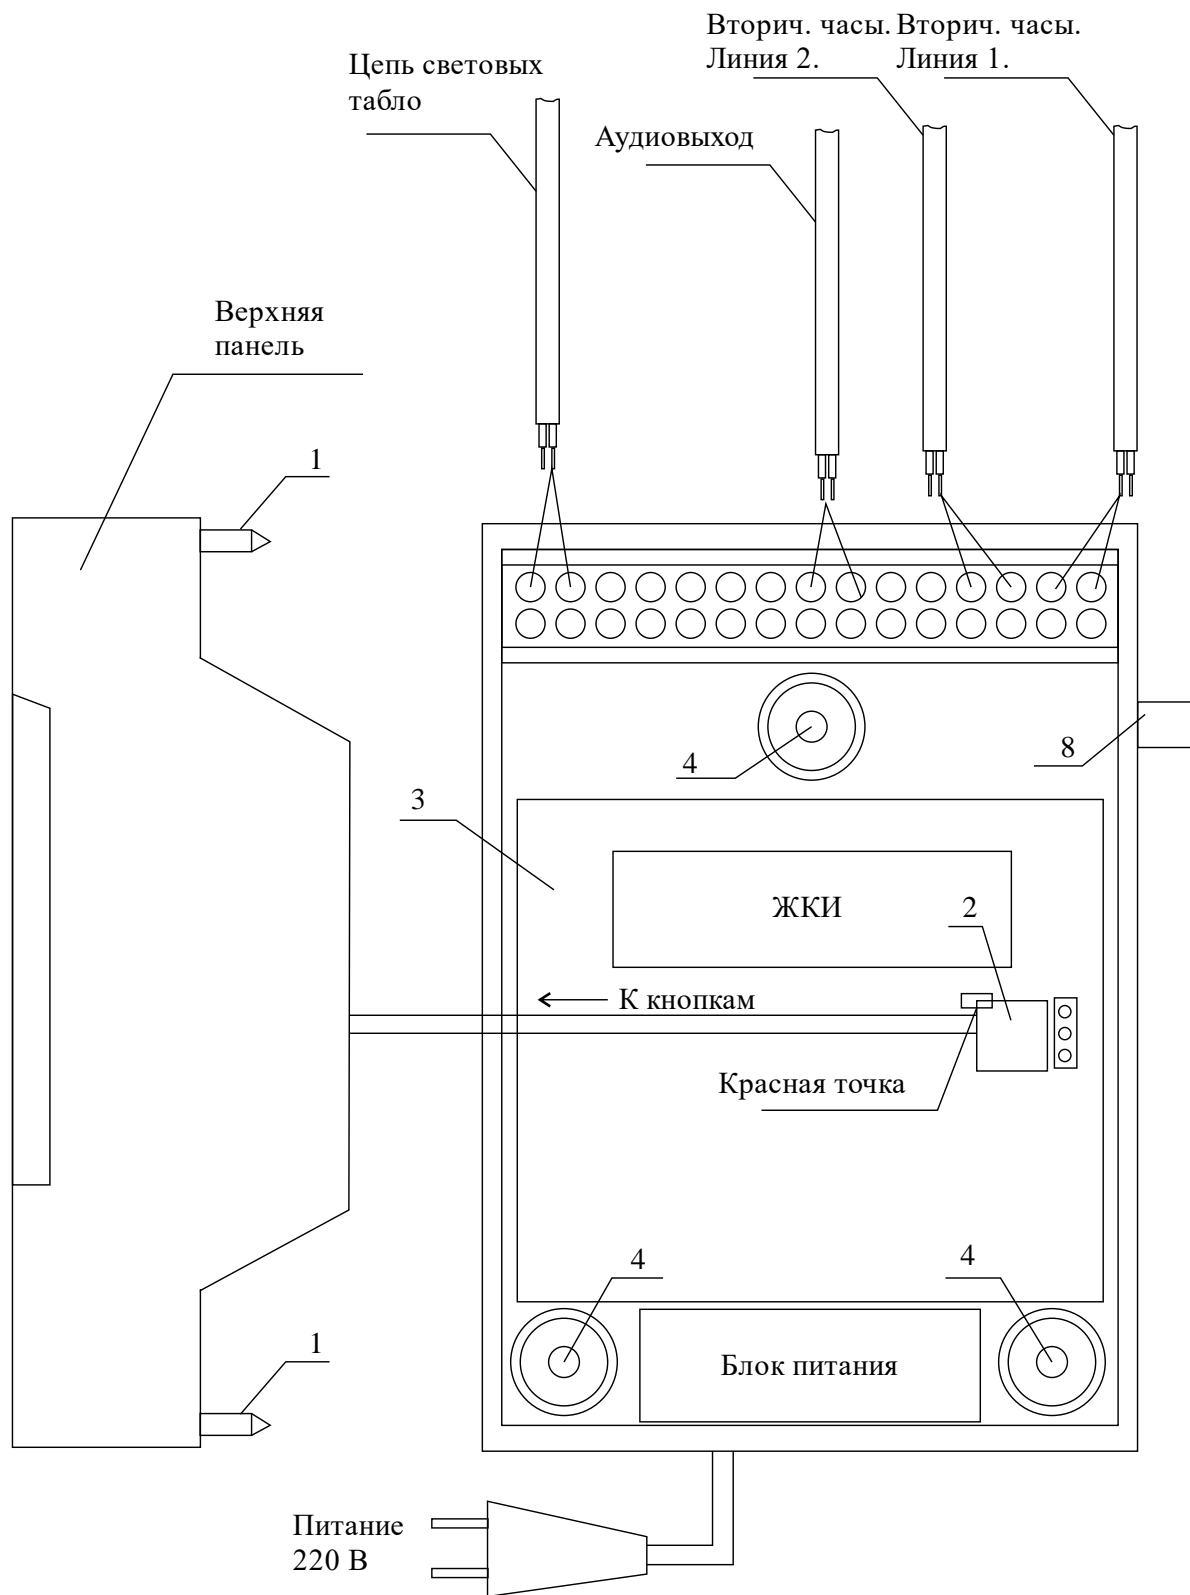
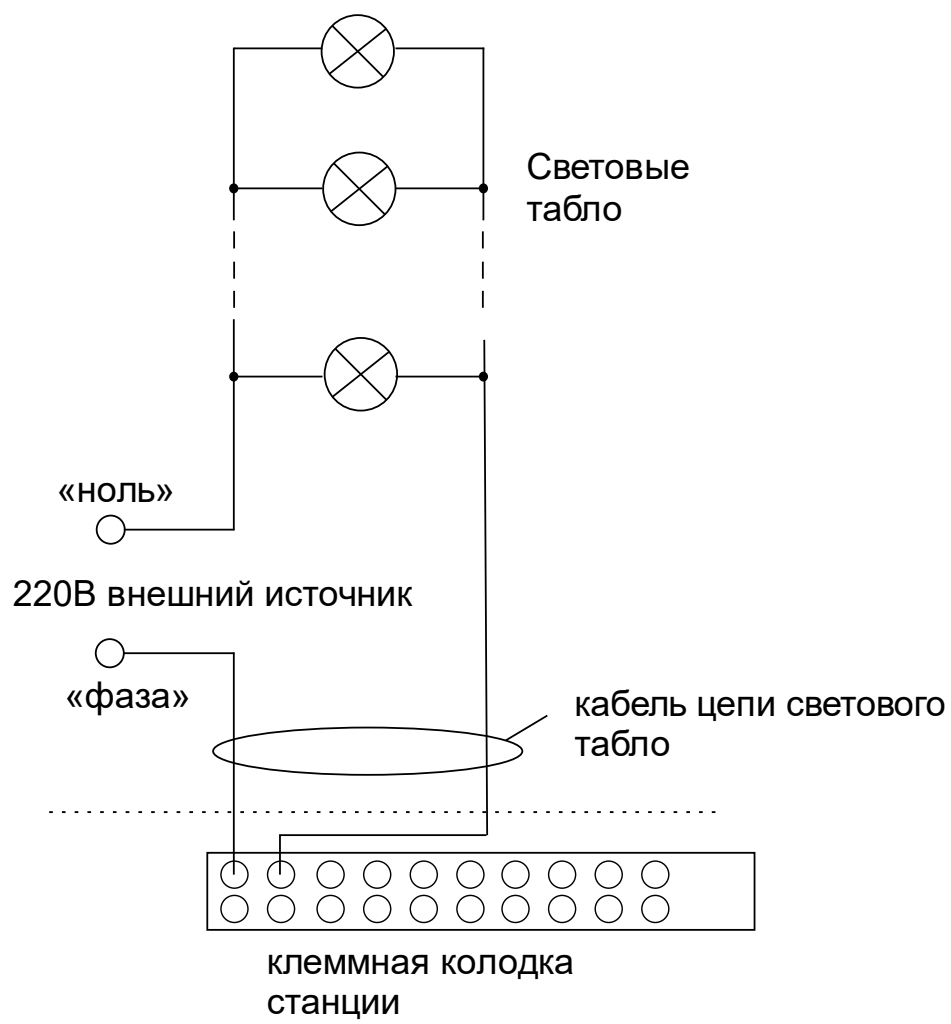

Рис. 1
Рис. 2
Должна быть смонтирована цепь включения светового табло как показано на рис. 2.
4.1. Выверните четыре винта 1, расположенных на верхней панели ЧС (см. Рис.1). Снимите верхнюю панель и отсоедините разъем 2, соединяющий кнопки с печатной платой 3.
4.4. Подсоедините линии вторичных часов и кабель от линейного входа усилителя к клеммной колодке станции как показано на рис.1. Полярность подключения кабелей часовых линий произвольна; при подключении кабеля линейного входа усилителя экран или общий провод этого кабеля подключить экрану кабеля, приходящего к клеммам от печатной платы станции.
4.5. Подсоедините кабель цепи включения светового табло как показано на рис. 1 и рис. 2. В соответствии с рисунком для питания светового табло должно использоваться внешнее напряжение 220 В.